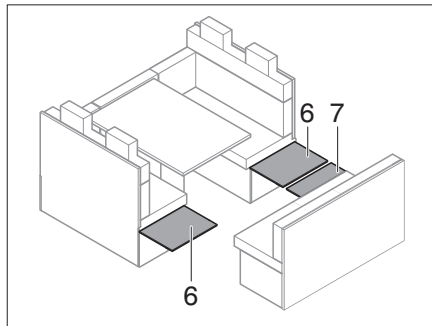

Bild 220 Fäll ut sidoväggar
- Fäll ut sitslådans sidoväggar (Bild 220,6) och sitslådans främre vägg (Bild 220,7).